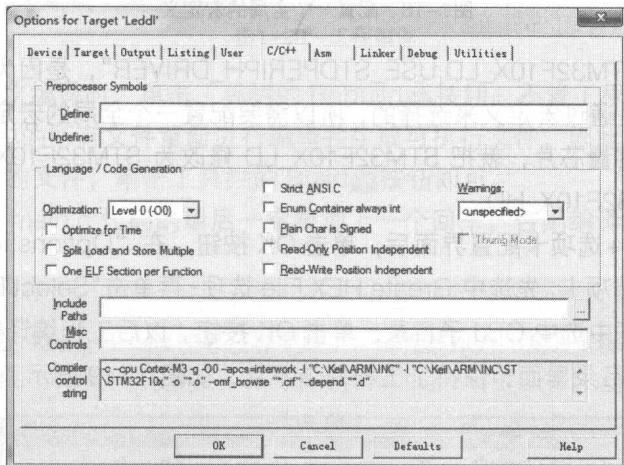

图 1-16 C/C++ 选项卡配置界面
(1) 单击工具栏的“Target Options...”按钮，弹出“Options for Target ‘Ledd1’”对话框，选择 C/C++选项卡，添加要编译文件的路径。这个步骤非常重要，务必添加正确的路径，否则编译会出现错误。C/C++选项卡配置界面如图 1-16 所示。